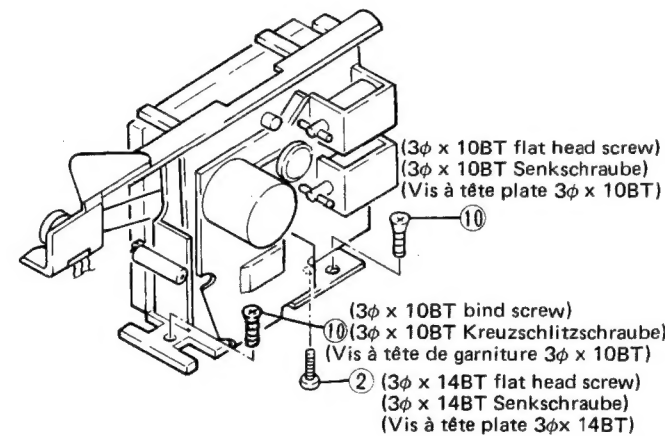

Fig. 7 Abb. 7
### 10. Cassette Chassis (Fig. 7)
## 10. Cassetten-Chassis (Abb. 7)
10. **Châssis de cassette (Fig. 7)**